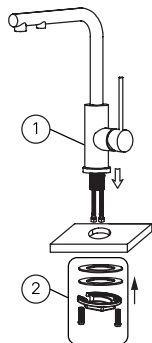

Рис. 2
- Закрепите смеситель на рабочей поверхности, используя входящий в комплект набор крепежа (рис. 2).